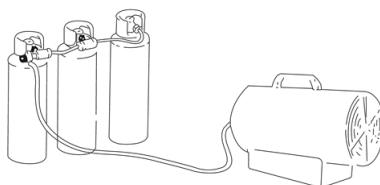

Figura 2
- Se o aquecedor funcionar em capacidade máxima por períodos prolongados, pode haver formação de gelo no cilindro de gás devido à extração excessiva de vapor. No entanto, o cilindro nunca deve ser aquecido para resolver esse problema. Para evitar ou reduzir esse efeito, deve-se usar um cilindro maior ou dois cilindros interligados (veja a Figura 2).